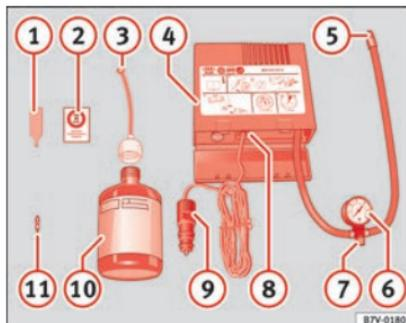

Abb. 188 Prinzipdarstellung: Bestandteile des Pannensets
Das Pannenset befindet sich im Gepäckraum unter dem Bodenbelag. Es besteht aus folgenden Bestandteilen »» Abb. 188:
Den Reifenfüllschlauch »» Abb. 188 ⑤ wieder anschließen und den Reifendruck an der Reifendruckanzeige ⑥ ablesen.